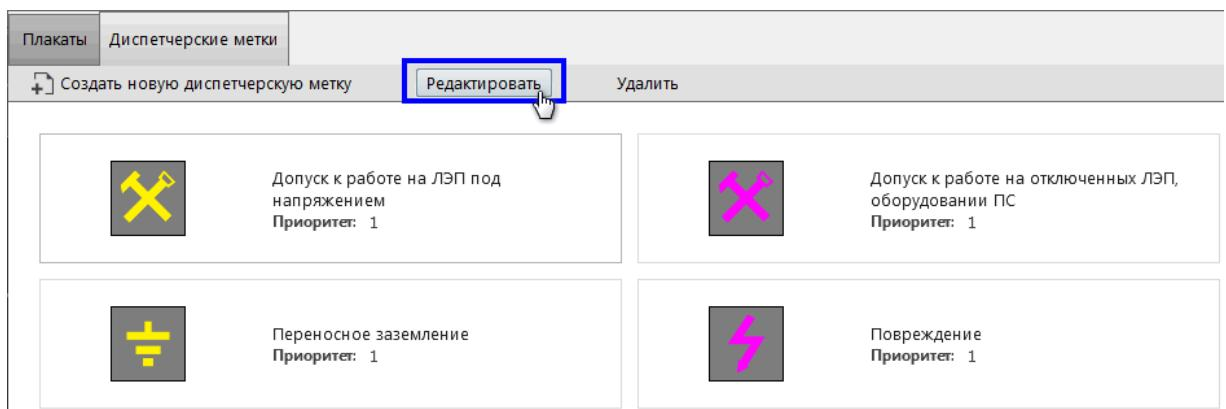

Рисунок 121 - Редактировать диспетчерскую метку
2. Нажмите **Редактировать** (Рисунок 121).